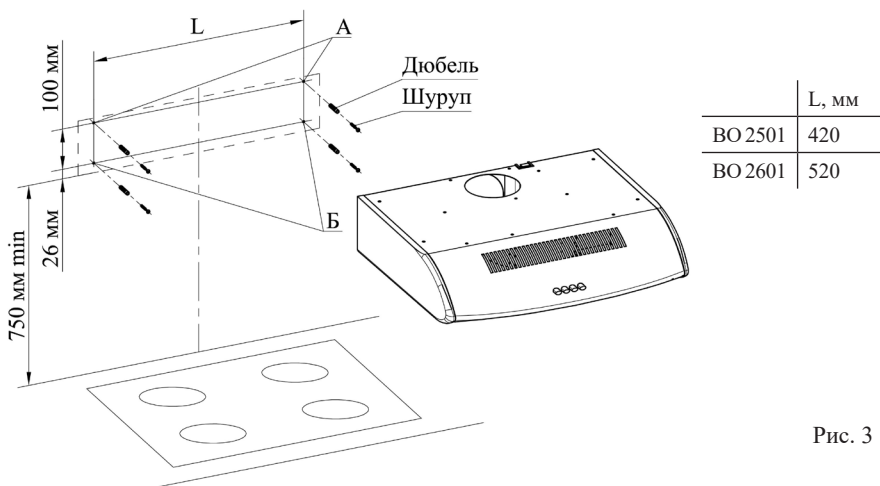

Рис. 3
**ВНИМАНИЕ!** МИНИМАЛЬНОЕ РАССТОЯНИЕ МЕЖДУ ПЛОСКОСТЬЮ УСТАНОВКИ ПОСУДЫ НА ПЛИТУ (НАГРЕВАТЕЛЬНОЙ ПОВЕРХНОСТЬЮ) И ВОЗДУХООЧИСТИТЕЛЕМ ДОЛЖНО БЫТЬ 75 см. ВОЗДУХООЧИСТИТЕЛЬ КРЕПИТЬ НА РОВНЮЮ ПОВЕРХНОСТЬ (рис. 3).
6.3 С учетом установочной высоты и центральной линии разметьте на стене отверстия (А и Б) (рис. 3).
6.4 Просверлите отверстия (А и Б) диаметром 8 мм на глубину 50 мм (рис. 3).
- 6.5 В отверстия вставьте дюбели согласно рис. 3 и по отверстиям А заверните не до упора два шурупа, на которые навесьте воздухоочиститель со снятыми фильтром металлическим (крышкой).